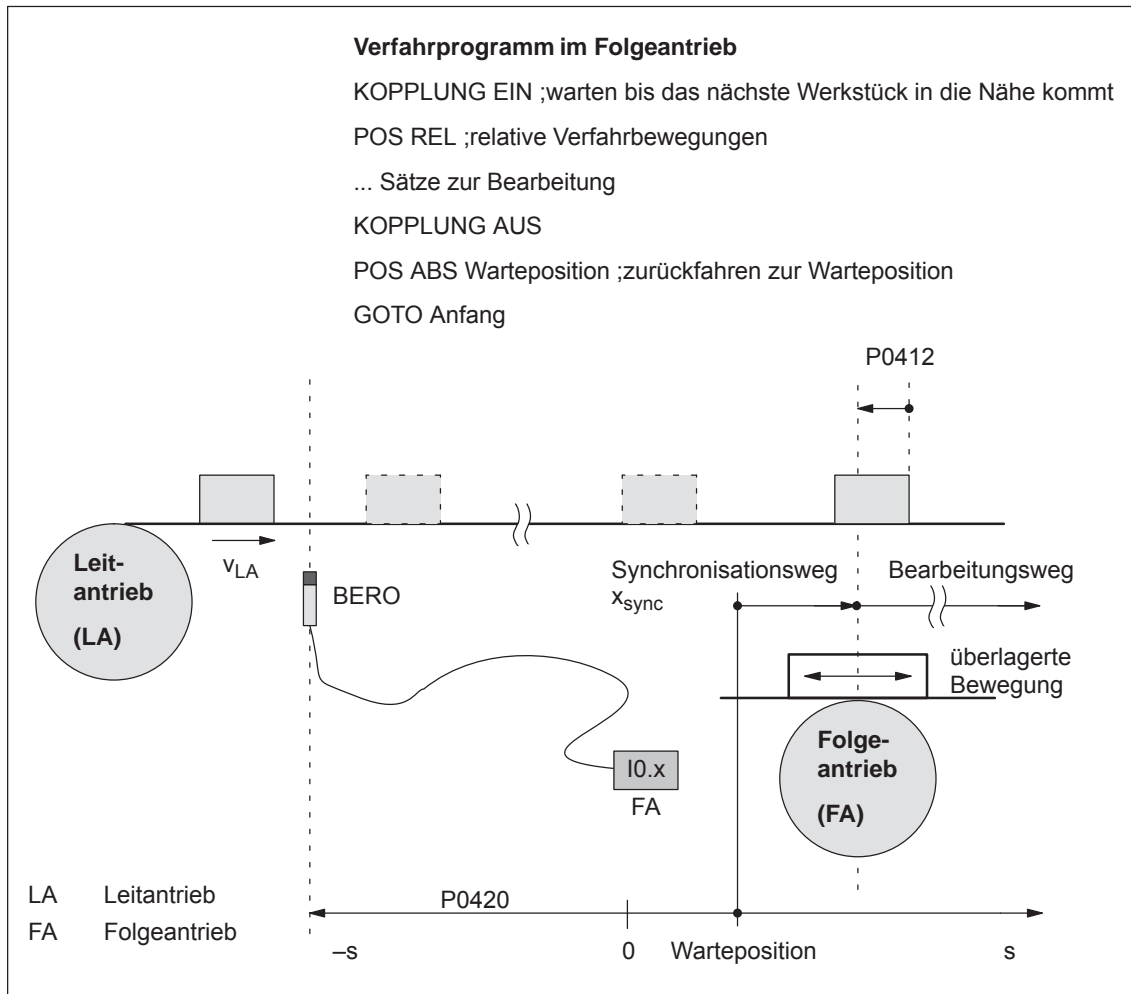

Bild 6-38 Anwendungsbeispiel: Kopplung über Eingangsklemme mit Queue-Funktionalität
**Anwendungsbeispiel Queue-Funktionalität (siehe Bild 6-38)**